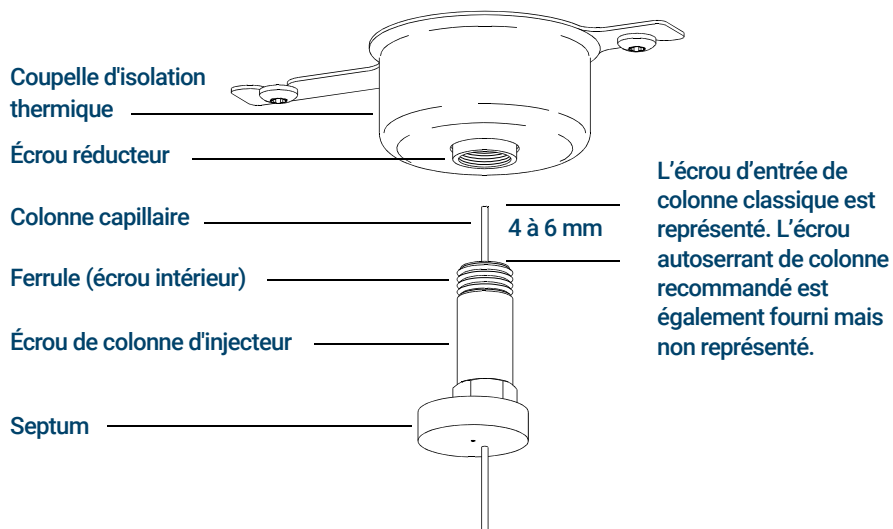

Figure 19. Installation d'une colonne capillaire dans un injecteur avec/sans division (split/splitless)
- 7 Positionner le septum sous l'écrou de colonne pour que cette dernière dépasse de 4 à 6 mm de l'extrémité de la ferrule. (Voir **Figure 19** page 94.)
Dans le cas d'un écrou de colonne standard (illustré dans la **Figure 19**), serrer l'écrou de 1/4 à 1/2 tour supplémentaire. Une traction modérée sur la colonne ne doit pas la faire glisser.